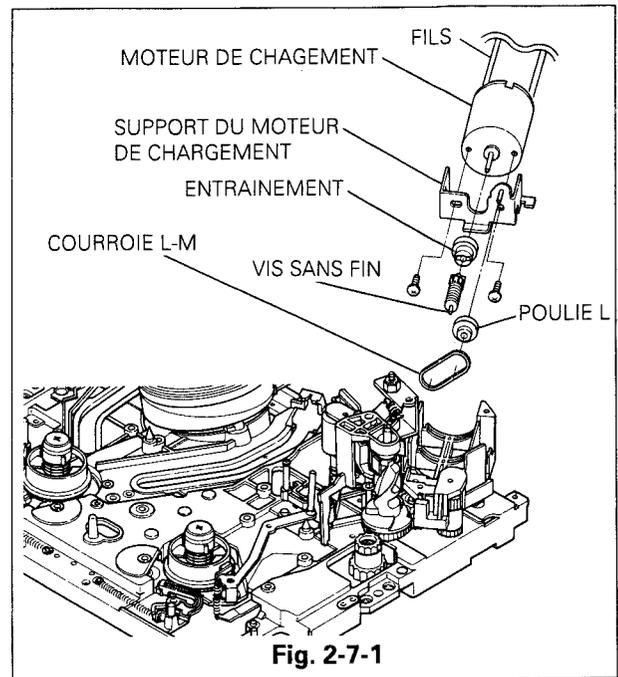

Fig. 2-7-1
### 2-7-1 Démontage (Fig. 2.7.1.;2.7.2)
- E. Oter la courroie L-M du moteur de chargement et de la poulie. (Type B uniquement) (Fig.2.7.1).
### 2-7-2 Installation (Fig. 2.7.1 ; 2.7.3)
- B. Fixer le moteur sur son support à l'aide des 2 vis (Fig.2.7.1).